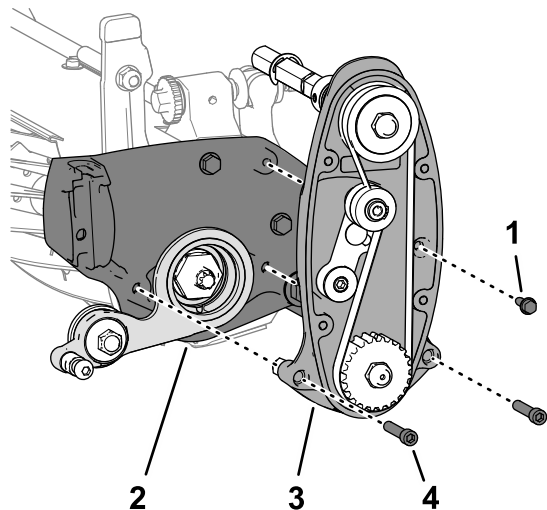

図 17
1. 図 17 に示すように、アイドルアセンブリをカッティングユニットに合わせる。
3. リールドライブをカッティングユニットに取り付ける 図 17 フランジヘッドねじ 1/4" x 3/4" を使用する。